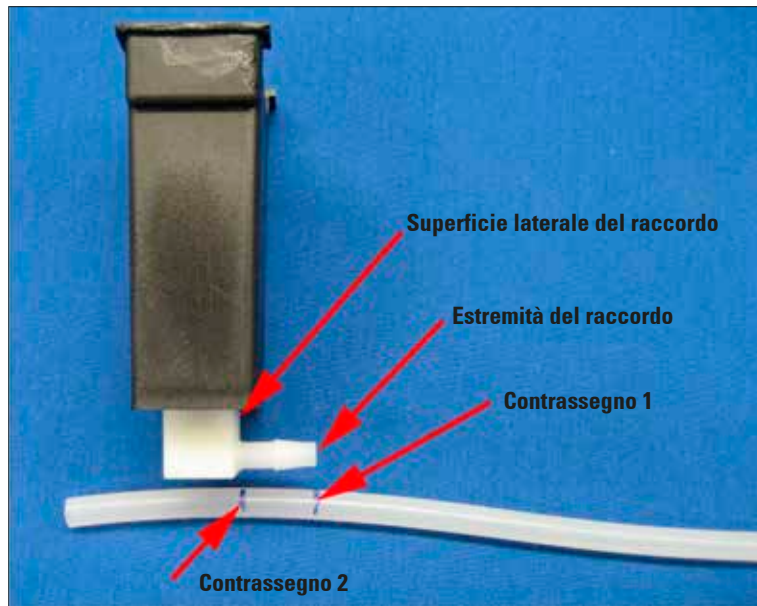

Fig. 25
- Orientare il contrassegno 1 all'estremità del raccordo e apporre sul tubo flessibile un secondo contrassegno ("Contrassegno 2") che identifichi la superficie laterale del raccordo (Fig. 25).